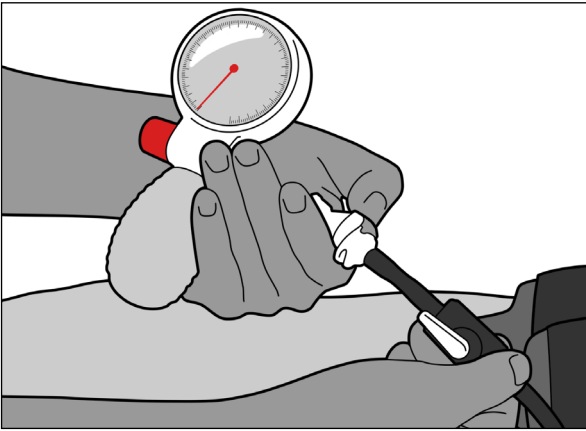

Figure 16
1. Débrancher la pièce de déconnexion rapide. Ouvrir la valve d'arrêt pour libérer l'air de la vessie (Figures 16 et 17).